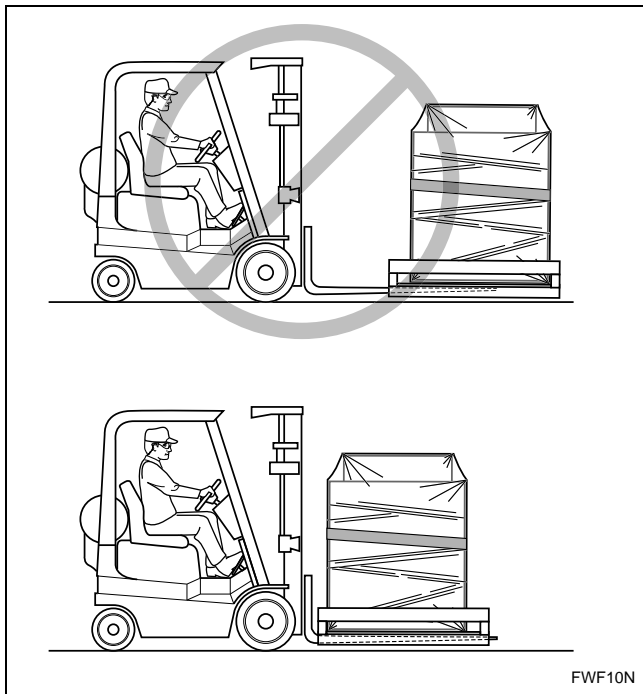

Figura 3
2. Ajuste os garfos da empilhadeira até o seu comprimento e largura máximos e insira-os até o final sob o centro do carrinho com rodinhas. Consulte *Figura 3*.